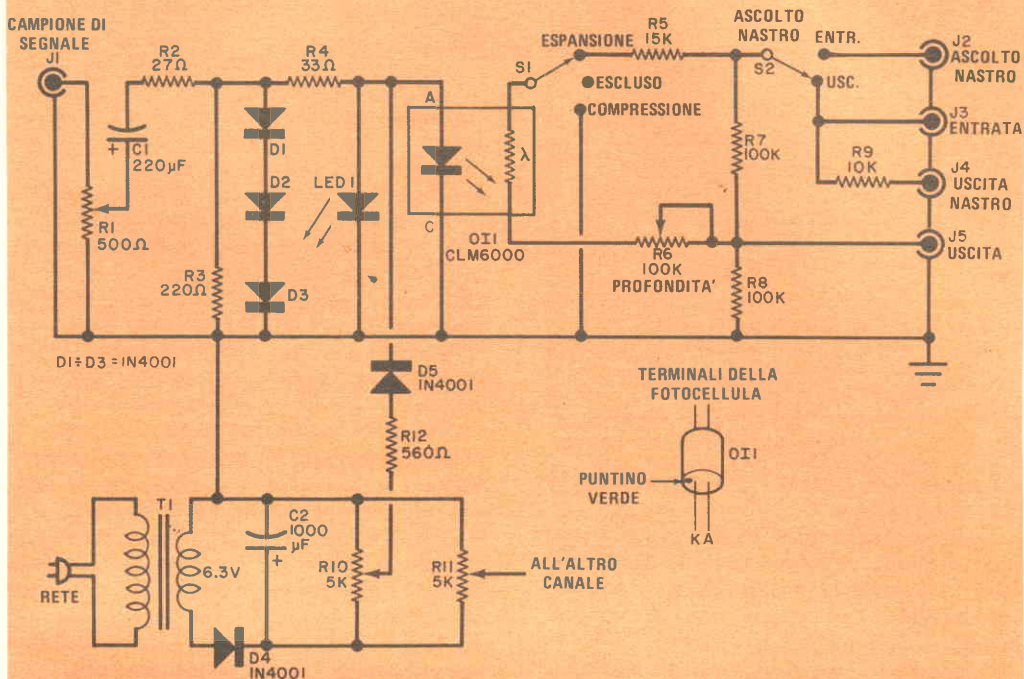

Fig. 1 - L'entrata "Campione" per l'espansore-compressore è la stessa dell'entrata all'altoparlante.
**Come funziona** - La parte principale del circuito (fig. 1) è un optoisolatore (OI1) che contiene, in un involucro di plastica opaco, un diodo emettitore di luce e una fotocellula a bassa distorsione. Questa unità ha un tempo di responso molto più rapido dei dispositivi nei quali viene usata una lampadina ad incandescenza e che spesso vengono utilizzati negli espansori-compressori; introduce anche minore distorsione e presenta il vantaggio di fornire un'azione di "lento rilascio" che esalta l'effetto di espansione.
Il circuito rappresentato nella fig. 1 è per un canale, ma nel caso di impianti stereo il trasformatore può alimentare due canali. Si montino i vari jack fono ed i due controlli di calibratura (R10 e R11) nella parte posteriore ed i commutatori ed i potenziometri di profondità sul pannello anteriore. Anche i due LED di controllo si possono montare, attraverso gommini, sul pannello anteriore. Sul circuito primario di T1 si può inserire un interruttore generale; altrimenti, l'alimentazione può essere inserita direttamente in una presa del preamplificatore sottoposta a interruzione.